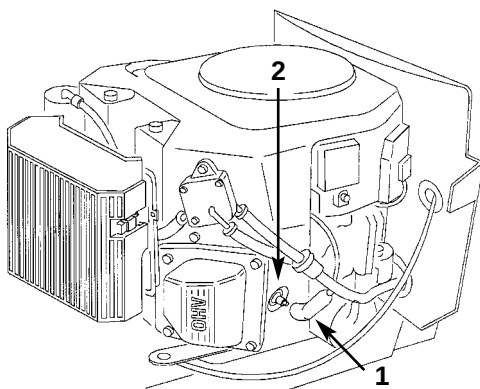

Figure 22
3. Débrancher le fil de la bougie d'allumage (Fig. 22), puis nettoyer la surface autour de la bougie pour éliminer les saletés qui pourraient tomber dans le moteur et l'endommager.